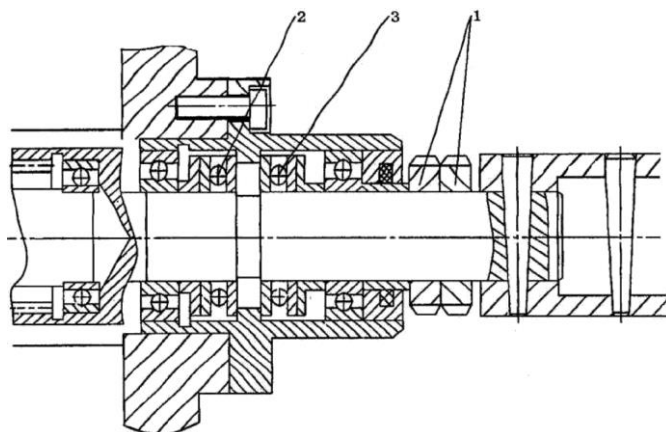

Рис. 11-9. Схема регулировки анти-упорного подшипника винтового вала
Необходимо отрегулировать с помощью гайки (1). См. рис. 11-9.